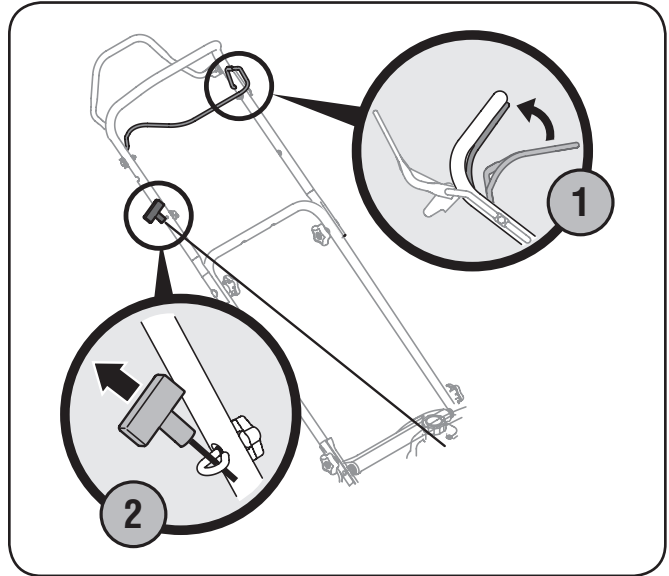

Figura 5-3
1. Colóquese detrás de la podadora, apriete la manija de control de la cuchilla y sosténgala contra la manija superior. Vea la Figura 5-3.
2. Sostenga firmemente las dos manijas juntas, tome la manija del arrancador de retroceso y tire de la cuerda para sacarla con un movimiento rápido y continuo. Vea la Figura 5-3. Mantenga firme la manija del arrancador, deje que la cuerda regrese lentamente al arrancador. Repita hasta que el motor esté en marcha. Deje que la cuerda se enrosque lentamente de regreso.